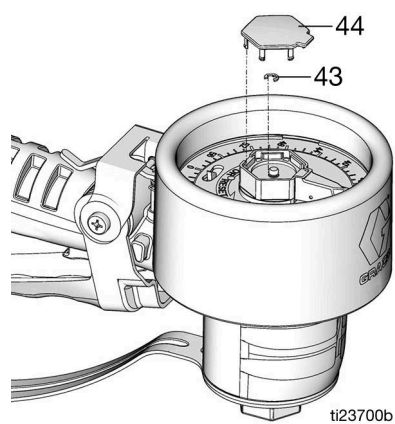

FIG. 35
5. Monter le petit anneau de retenue (43) et le couvercle (44) (FIG. 35).